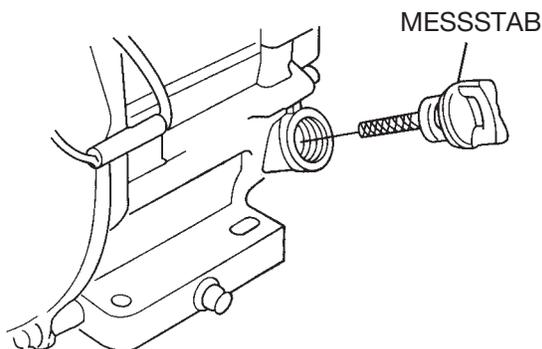

Abb. 6. Motorölmessstab (Herausziehen)
2. Öleinlassschraube/Messstab aus der Öleinlassöffnung ziehen (Abb. 6) und sauber wischen.
4. Bei niedrigem Ölstand (Abb. 6, 6A und 7) die empfohlene Ölart (Tabelle 4) bis zur Kante der Öleinlassbohrung einfüllen. Max. Ölvolumen: Honda-GX390-Motor – 1,1 Liter, Honda-GX620-Motor – 1,5 Liter.